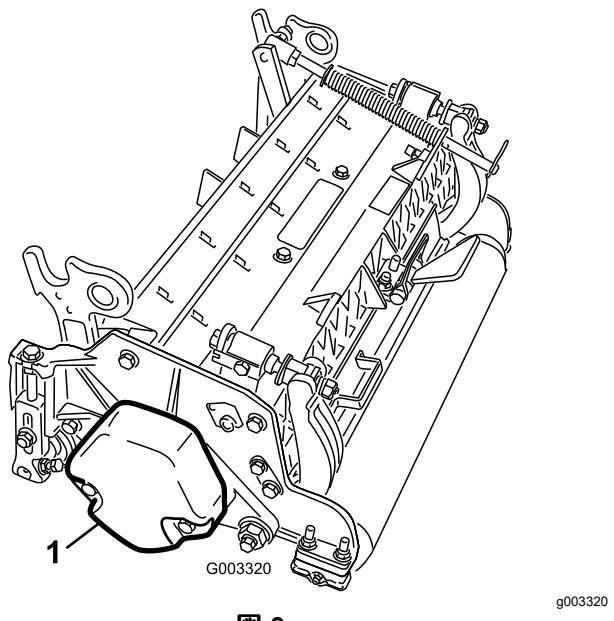

図 9
- カウンタウェイト(図9)を、決められている側に取り付けるカッティングユニットのオペレーターズマニュアルを参照。